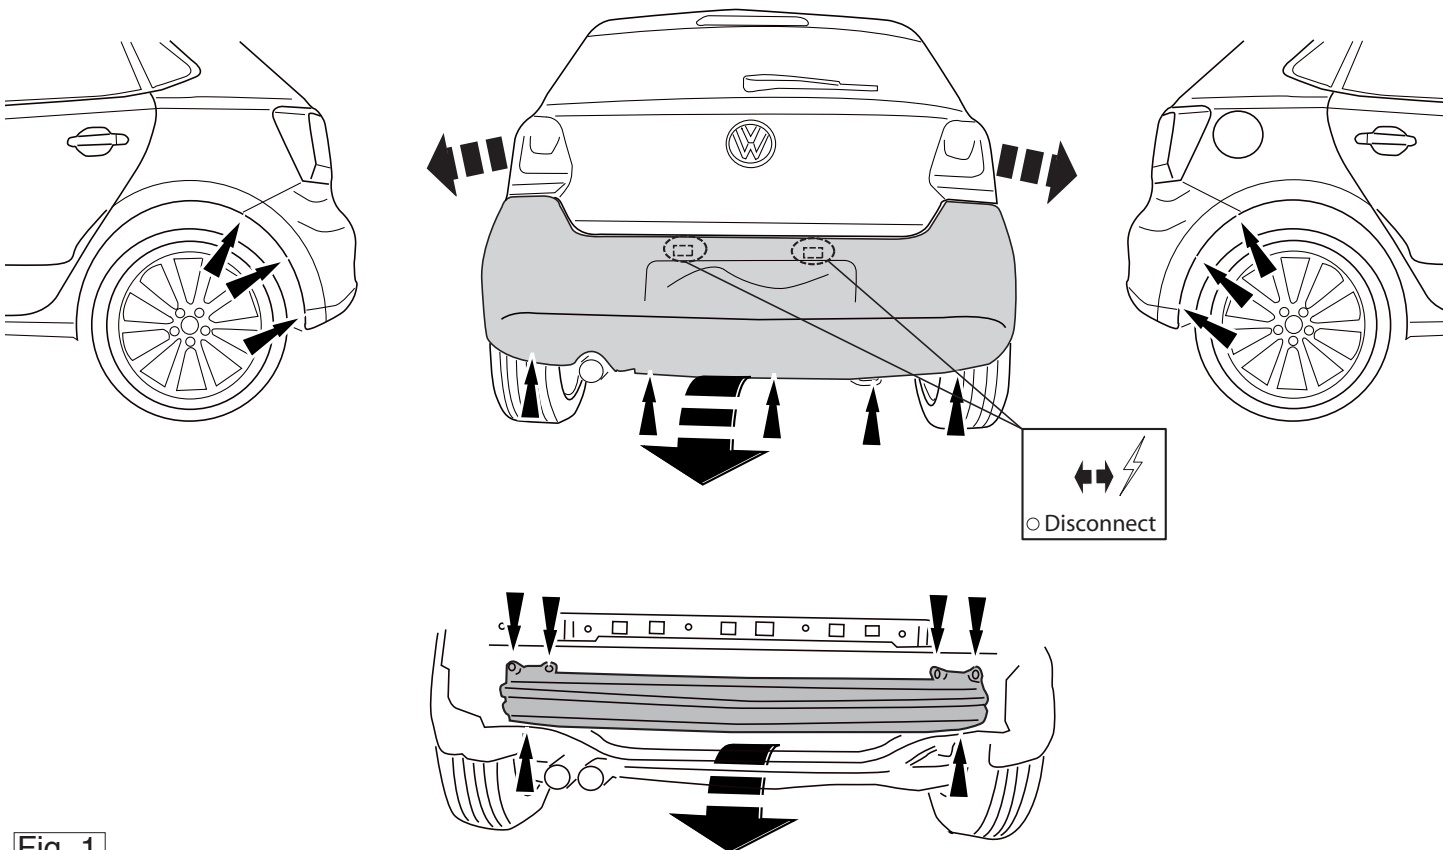

Fig. 1
2. Remove bumper (Torx head screws around each wheel arch, along lower edge of rear panel, beneath each light cluster (light cluster must be removed), and the steel buffer beam from the vehicle. The buffer beam will no longer be needed. Replace the nuts. See figure 1).
2. Die Stoßstange einschließlich des stählernen Stoßbalkens vom Fahrzeug abmontieren. Der Stoßbalken wird nicht mehr benötigt. Die Muttern wieder anbringen. Siehe Abbildung 1,